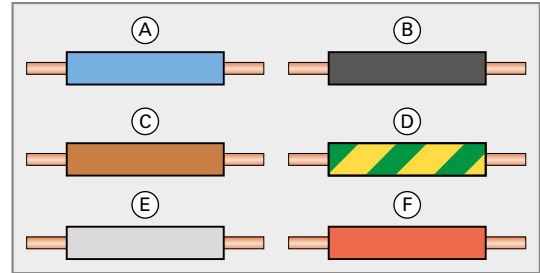

Bild 1: Arten von Adern
1. Ordnen Sie den in **Bild 1** dargestellten Adern entsprechend ihrer Farbe die üblicherweise genutzte Leiterart zu.